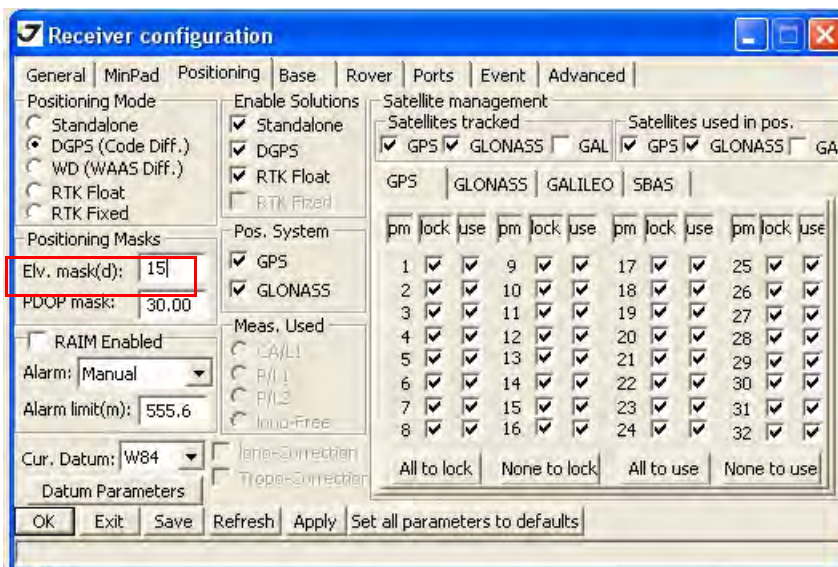

Рисунок 38. Настройки приемника – Elevation Mask
- Перейдите в закладку *Positioning* и установите угол возвышения (Elevation mask) 15 (Рис. 38), затем нажмите *Apply*.